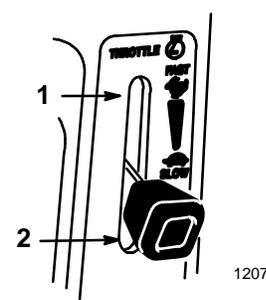

Figure 5
5. Mettre la manette des gaz en position rapide ("FAST", fig. 5).
7. Lorsque le moteur a démarré, ramener la manette de starter en position déagée ("OFF", fig. 5) et amener doucement la manette des gaz dans la position souhaitée. Si le moteur hésite ou cale, ramener la manette de starter en position engagée ("ON") durant quelques secondes. Mettre ensuite la manette des gaz en position rapide ("FAST"). Répéter si nécessaire.
1. Mettre la manette des gaz en position lente (“SLOW”, fig. 5).